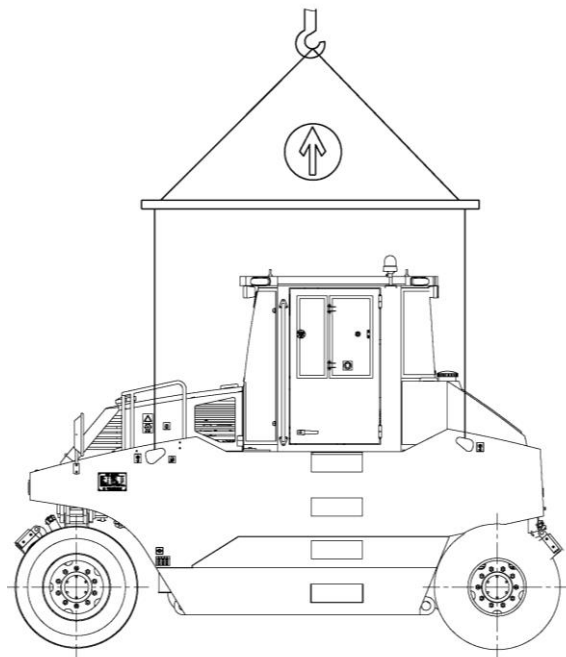

Figura 4-5 Içamento de rolo
- Conforme mostrado na Figura 4-5, levante o rolo com uma ferramenta de elevação.